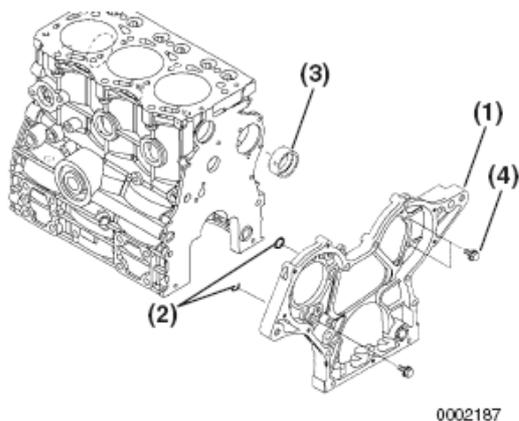

Figure 6-95
4. Reinstale a caixa de engrenagens (**Figure 6-95, (1)**).
Aperte os parafusos (**Figure 6-95, (4)**) com o torque especificado.